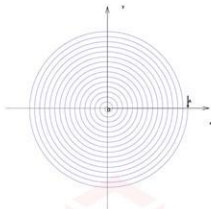

图 1.4: 盘入螺线示意图
1. 有一舞龙队使用上述板凳龙，沿着螺距为55cm的等距螺线顺时针盘入，各把手中心均位于螺线上，龙头前把手的前进速度始终为1m/s。初始时刻，即 $t = 0$ s时，龙头位于螺线第16圈A点处。通过建立合适的数学模型，求解出从 $t = 0$ s至 $t = 300$ s为止，每秒各节板凳的前把手中心以及龙尾后把手中心的位置和速度。盘入螺线的起点以及方向如图1.4所示：